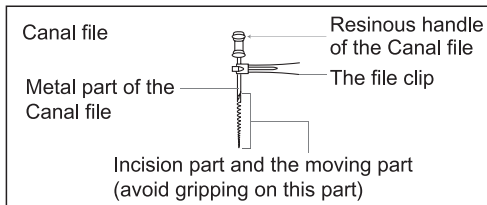

Abbildung 21
a) Wenn Sie den Wurzelkanal mit einer Kanalfeile fassen, greifen Sie bitte den oberen Teil des Metallteils (in der Nähe des Wurzelkanals am Nadelgriff). Wenn Sie den unteren Teil (Klinge oder beweglicher Teil) greifen, wird die Feilenklemme abgenutzt. [Bild 21]